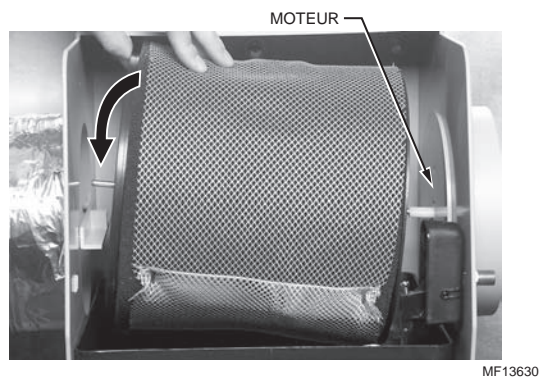

Fig. 29. Installation du tambour de l'humidificateur.
10. Installer le tambour de l'humidificateur en insérant d'abord l'extrémité à raccorder au moteur, puis l'enclencher dans le roulement. Voir la figure 29.